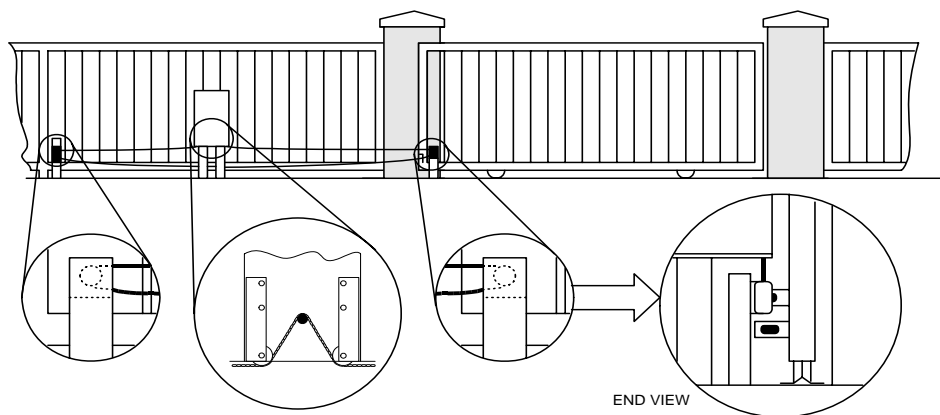

Figura 21
1. Instale una guía sin fin (p/n 2600-818) en cada extremo de apertura de la puerta (figura 21). Note que la puerta encamine entre la cerca y la cadena en este tipo de instalación. **¡¡IMPORTANTE!! Asegúrese que la ensambladura de la rueda guía / poste esté firmemente sujeta.**
3. Encamine la cadena a través del operador de puerta: debajo la rueda guía de la cadena y por encima de la rueda dentada (Figura 21), y después alrededor de la ensambladura de la rueda guía.